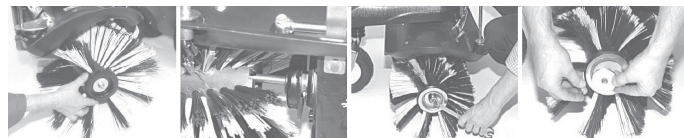

Рис. 8
5. **Установка щеток.** Установите щетки на валы с обеих сторон машины, соблюдая порядок расположения белой и черной щетины. Совместите выемку на корпусе щетки с ответной частью на корпусе редуктора. Закрепите корпус щетки на валу гайкой, а затем шайбой и контргайкой (Рис.8).